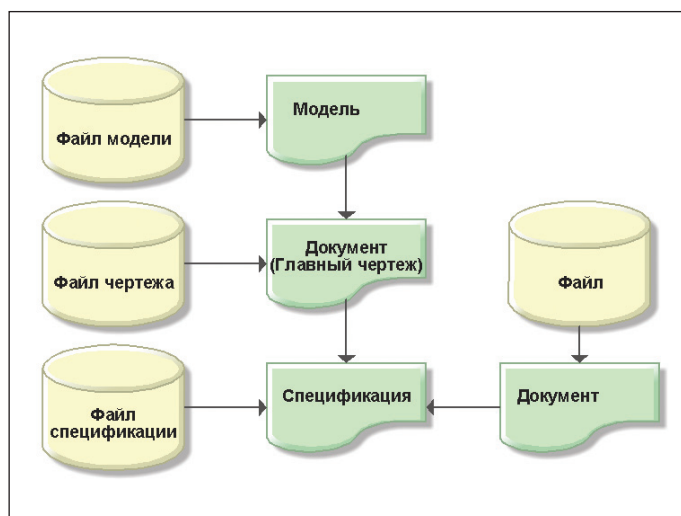

Рис. 4. Способ №1 хранения файлов в файловом составе документов TechnologiCS
1. Каждый файл содержится в файловом составе персонального документа TechnologiCS (рис. 4). Этот способ применим только для 3D CAD-систем и является наиболее предпочтительным.
На рис. 4 показаны: